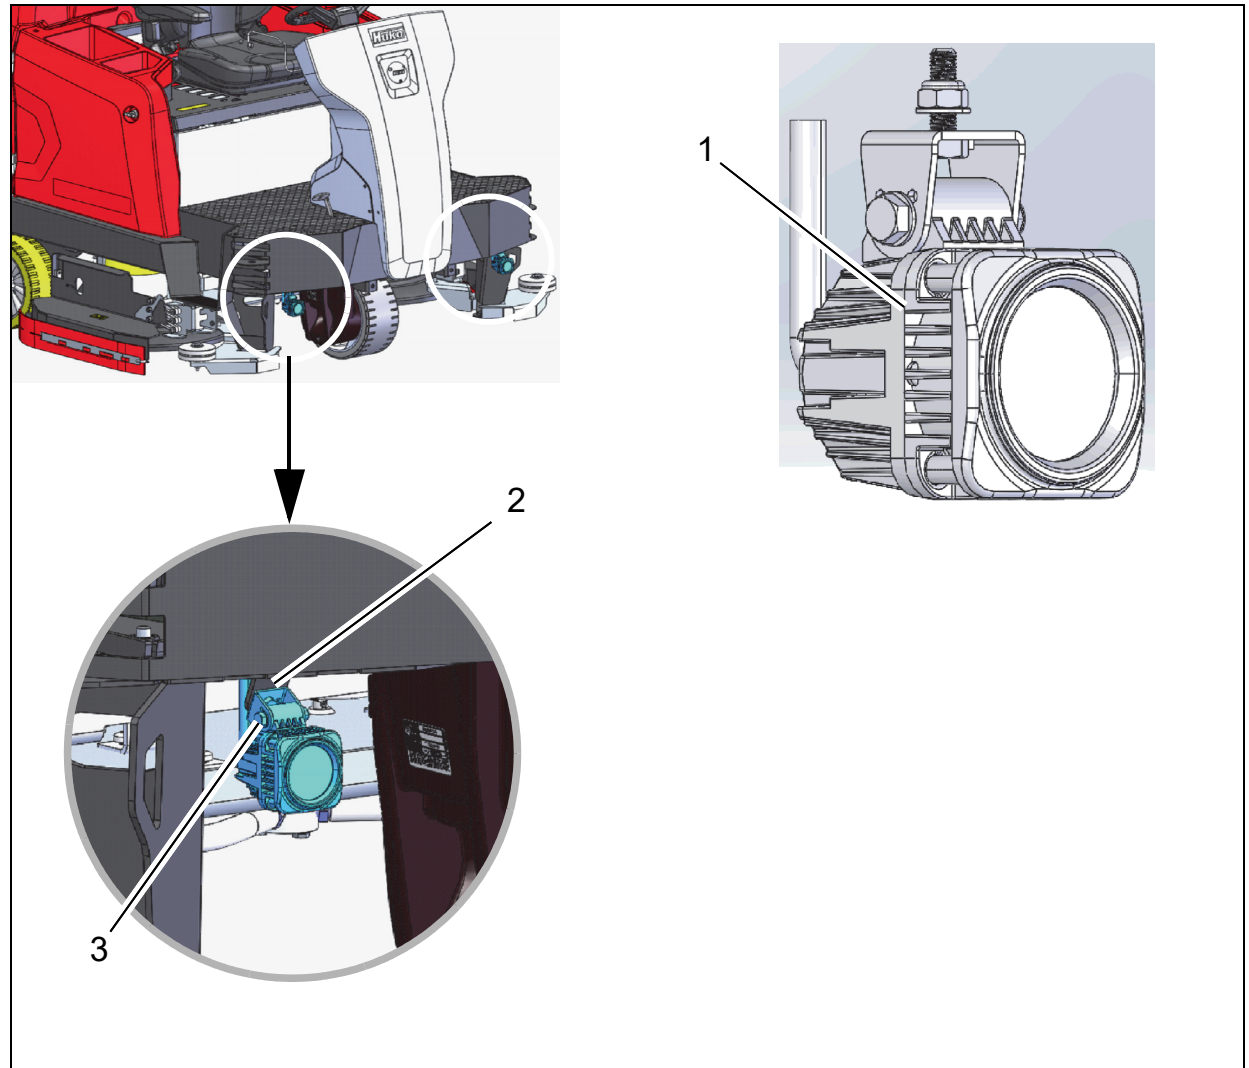

Abb. 1
2x LED-Arbeitsscheinwerfer Front, vormontiert (Abb. 1/1)
2. Unter der Stoßstange der Basismaschine befinden sich zwei Laschen mit Durchgangsbohrung (Abb. 1/2). Hier Gewinde des LED-Arbeitsscheinwerfers durchführen.
3. LED-Arbeitsscheinwerfer mit Unterlegscheibe und Mutter an Lasche befestigen (Abb. 1/3).